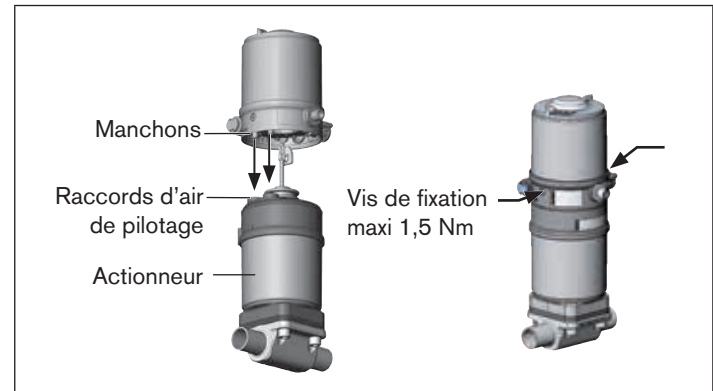

Fig. 8 : Montage de la tête de commande
2. que les manchons de la tête de commande entrent dans les raccords d'air de pilotage de l'actionneur (voir « Fig. 8 »).